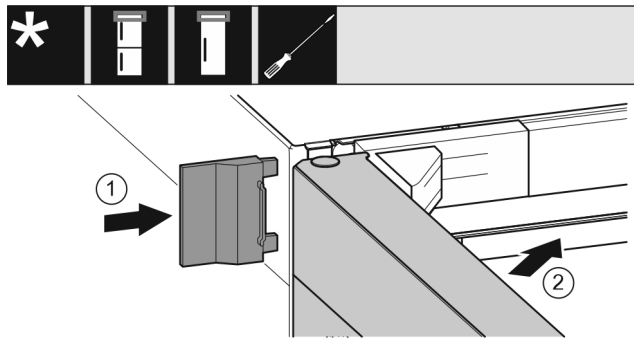

Fig. 23
- Tolja fel a külső fedelet Fig. 23 (1).
- Csatolja be a felső ajtót Fig. 23 (2).